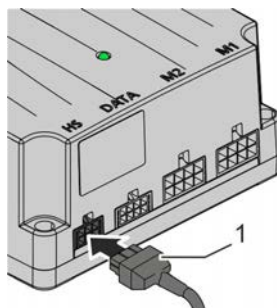

Abbildung 30 - Control-BUS-Kabel anschließen (Steuerung)
2. Control-BUS-Kabel (Abbildung 30, Positionsnummer 1) in die Handschalterschnittstelle HS stecken.